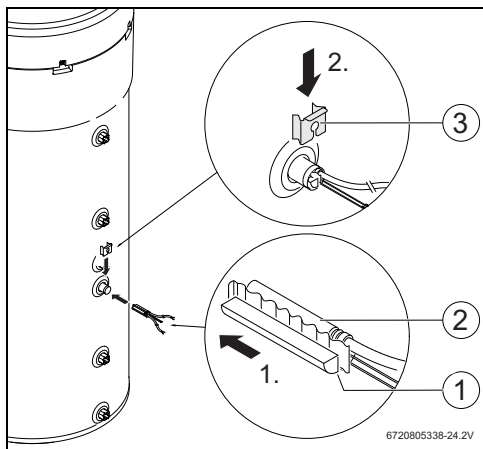

Fig. 11
- ▶ Montar el juego de montaje (fig. 11, [1]) en el sensor de temperatura conectado al accesorio (fig. 11, [2]) y colocarlo como se muestra en la fig. 11.
- ▶ Colocar el clip de fijación (fig. 11, [3]).